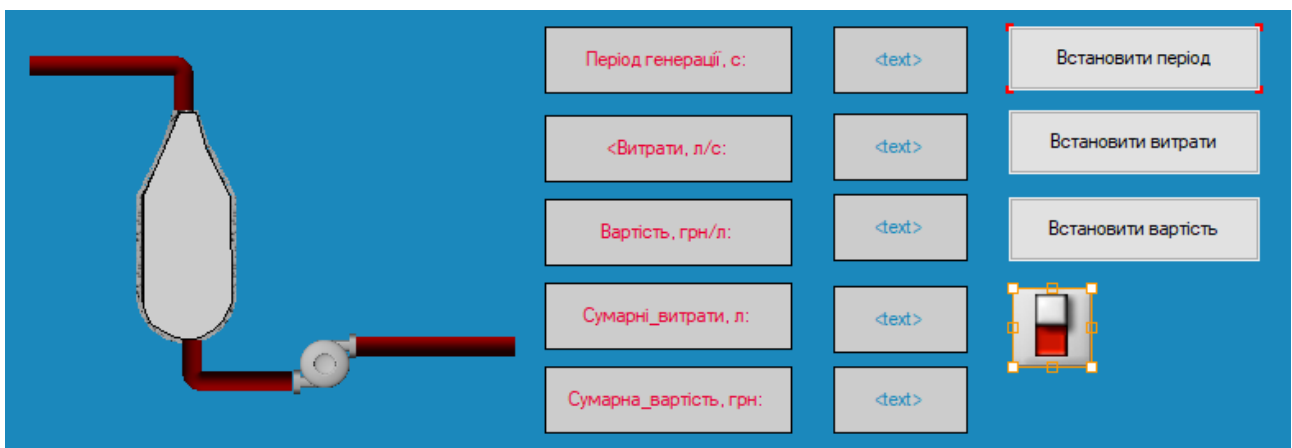

Рисунок 2 – Розміщення на екрані ГЕ **Вимикач**
1.4 Розмістити на екрані графічний елемент **Вимикач**. Вибрати на панелі інструментів до вподоби будь-який з 8 видів вимикачів групи  **Switches** (Вимикачі) та розмістити його нижче кнопок, як показано на рис. 2.